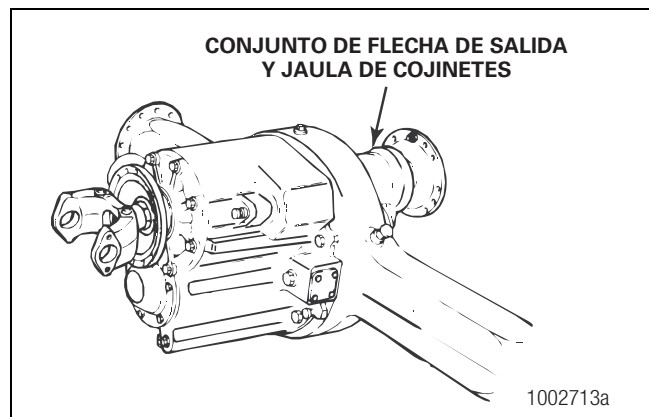

Figura 3.8
6. Extraiga de la caja del eje la jaula de cojinetes, los cojinetes y el conjunto del eje. Si es necesario, afloje la jaula de la caja con un mazo suave. Figura 3.8.